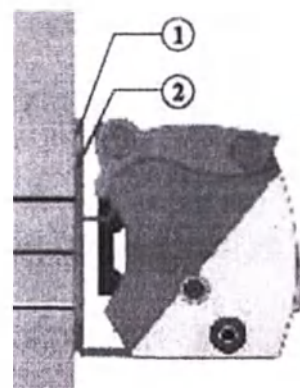

Рис.1.
4.4. Крепление аппарата в стационарном и транспортном варианте производится на вертикальную поверхность (стена, переборка и т.п.) с помощью кронштейна 1 (рис.1). Аппарат устанавливается на кронштейн и фиксируется пружиной 2.